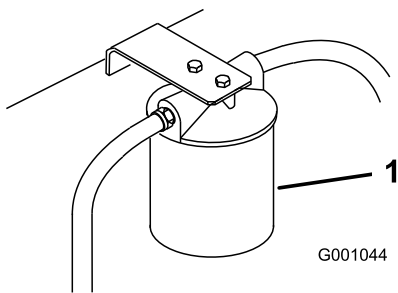

Figura 72
4. Coloque un recipiente bajo el filtro, retire el filtro usado y limpie con un paño la superficie de la junta del adaptador del filtro (Figura 72).